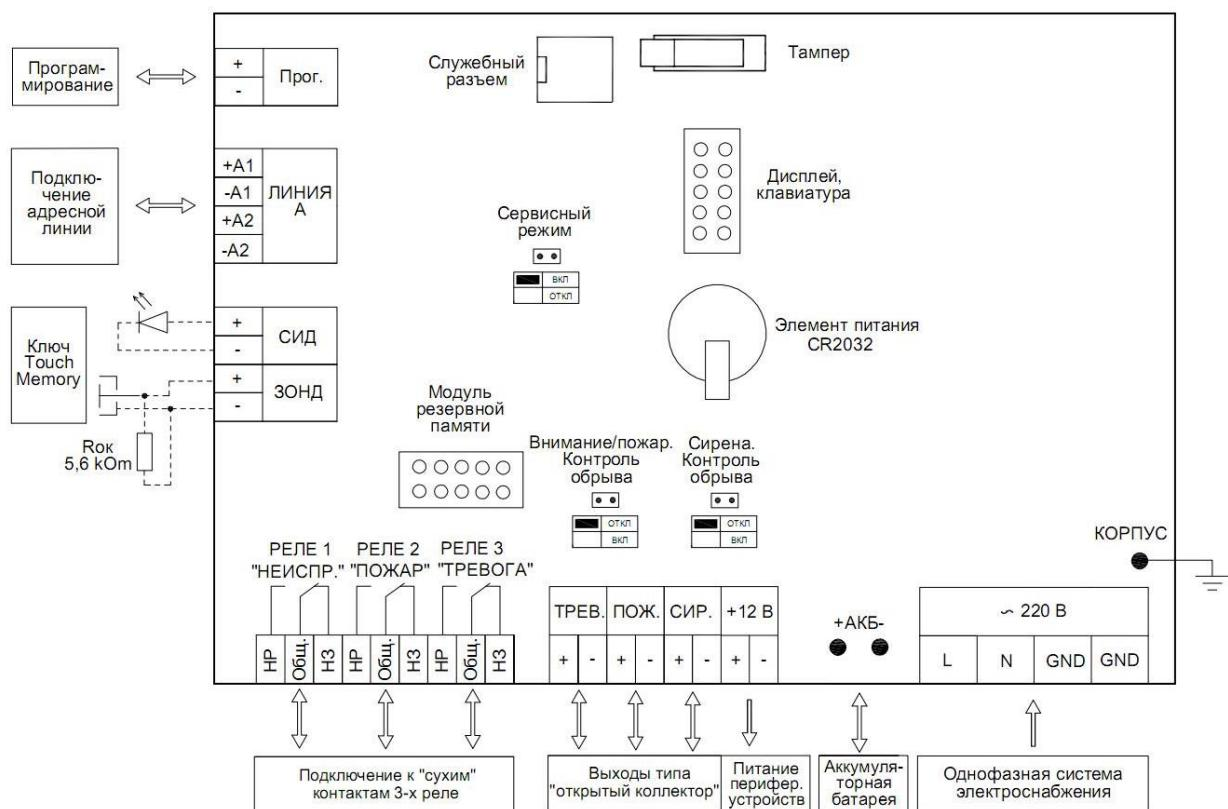

Рис. 3. Расположение клемм подключения на системной плате АПКП.
5.1.3. На блоке питания АПКП (рис.3) расположены клеммы питания $\approx 220\text{V}$ и заземления.
5.1.4. На системной плате (рис.3) расположены клеммы:
5.1.5. На системной плате рис.3 расположены три перемычки (три джампера):